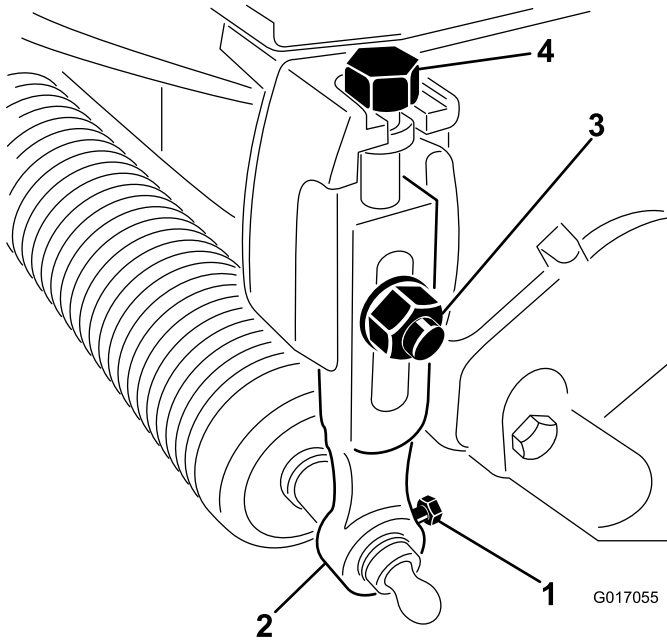

Figura 1
2. Afloje los tornillos que sujetan cada extremo del rodillo delantero a los brazos de ajuste de la altura de corte (Figura 1).
3. Retire los pernos avellanados, las arandelas y las contratuercas que sujetan los brazos de ajuste de la altura de corte a cada extremo de la unidad de corte (Figura 1). Retire los brazos de ajuste de la altura de corte y el conjunto del rodillo.
4. Retire los tornillos de ajuste de la altura de corte de los brazos de ajuste de la altura de corte (Figura 1).